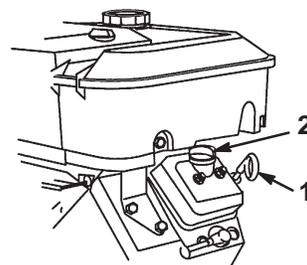

Figure 10
2. Retirez la jauge et essuyez-la sur un chiffon propre (Fig. 10). Remettez la jauge dans le tube en vérifiant qu'elle est enfoncée au maximum. Sortez de nouveau la jauge et vérifiez le niveau d'huile.
3. Si le niveau d'huile est bas, retirez le bouchon de remplissage du couvre-culasse (Fig. 10) et ajoutez la quantité d'huile nécessaire pour amener le niveau au repère maximum sur la jauge. Reportez-vous à la section Changement de l'huile moteur et du filtre, page 25, pour connaître le type d'huile et la viscosité qui conviennent. Versez l'huile lentement et vérifiez souvent le niveau durant la procédure. **Ne remplissez pas excessivement.**